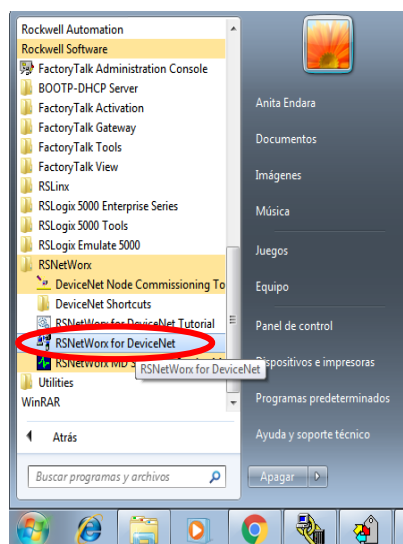

Figura 2: Ubicación de “RSNetworx for DeviceNet™”
1. Abrir RSNetworx for DeviceNet™ ubicado en la dirección que se muestra en la figura 2. Es importante tener en cuenta la versión del software ya que versiones anteriores pueden no reconocer los equipos conectados entre sí.